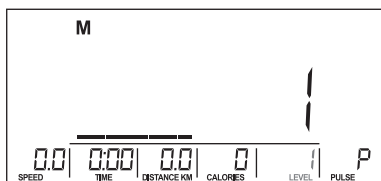
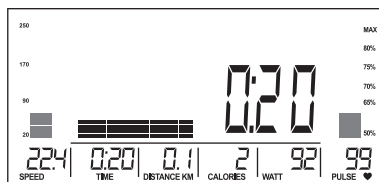

Fig. 9
Fig. 14
3. Use la perilla para ajustar el nivel de carga (Fig. 9). Valor predeterminado: 1.
5. Pulse START/STOP para comenzar el entrenamiento. Durante el entrenamiento, puede disminuir o aumentar el nivel de carga usando la perilla. El nivel de carga (resistencia) se mostrará en la sección LEVEL (Fig. 9). Si no se realiza ningún ajuste durante 3 segundos, se cambiará a la visualización del valor de la función VATIOS (Fig. 14).
2. Use la perilla para ajustar el nivel de carga (Fig. 9), valor predeterminado: 1. Pulse MODE para confirmar.